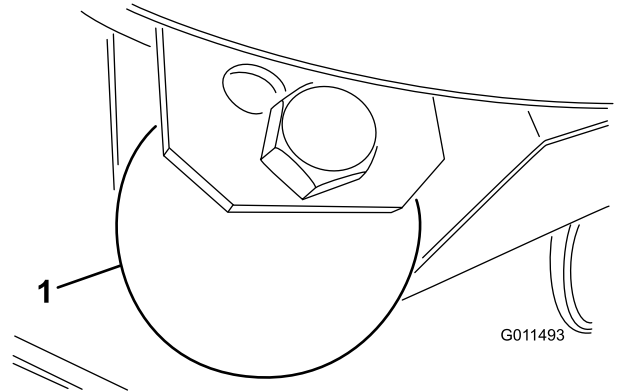

Bild 27
- Entfernen Sie die Schraube und Mutter, mit denen das Abstandsrad an den Mähwerkhalterungen befestigt ist (Bild 27).